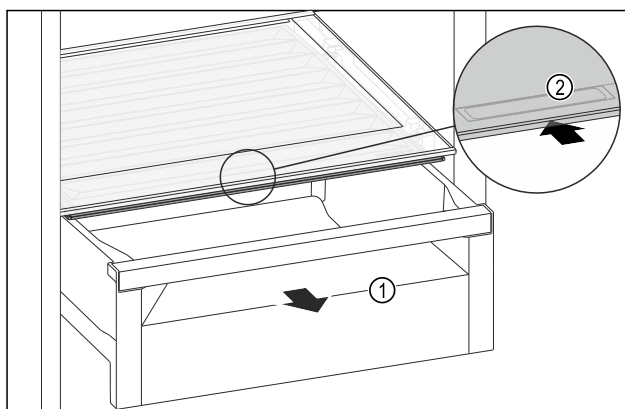

Fig. 107
- ▶ 拉出抽屉 Fig. 107 (1)。
- ▶ 抓住抽屉盖上的内嵌式拉手 Fig. 107 (2)，并同时向后推入抽屉盖。